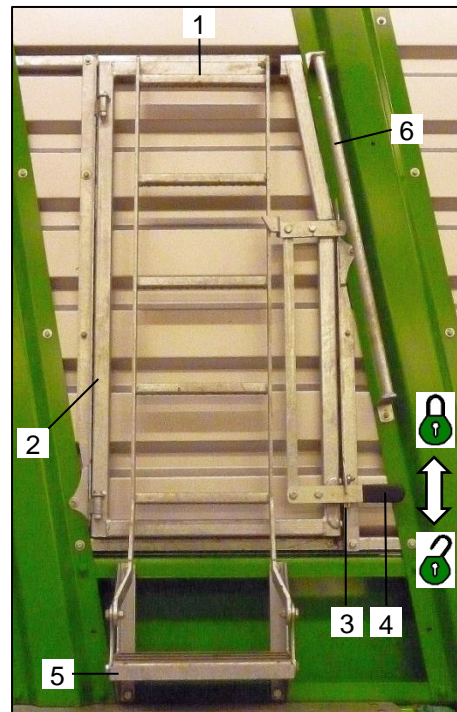

Bild 30: Aufstiegsleiter und Einstiegstür
Beim Herabschwenken der Aufstiegsleiter (Bild 30 / Pos.1) und Öffnen der Laderaumtür (Bild 30 / Pos. 2) ist wie folgt vorzugehen:
- Mit einer Hand die Aufstiegsleiter (Bild 30 / Pos.1) gegen ein unbeabsichtigtes herunterklappen sichern und mit der anderen Hand die Sicherung (Pos. 3) nach hinten drücken und den Hebel (Bild 30 / Pos.4) durch nach unten ziehen entriegeln .
- Die Aufstiegsleiter (Bild 30 / Pos.1) mit beiden Händen nach unten schwenken, bis sie komplett am Aufstandstritt (Bild 30 / Pos.5) anliegt.
- Die Einstiegstür (Bild 30 / Pos. 2) komplett öffnen und mit dem Hebel (Bild 30 / Pos.4) die geöffnete Einstiegstür (Pos.2) gegen unbeabsichtigte Bewegung durch nach oben Führen des Hebels (Bild 30 / Pos. 4) verriegeln .
- Beim Betreten und Verlassen des Laderaums den Handgriff (Bild 30 / Pos. 6) verwenden.